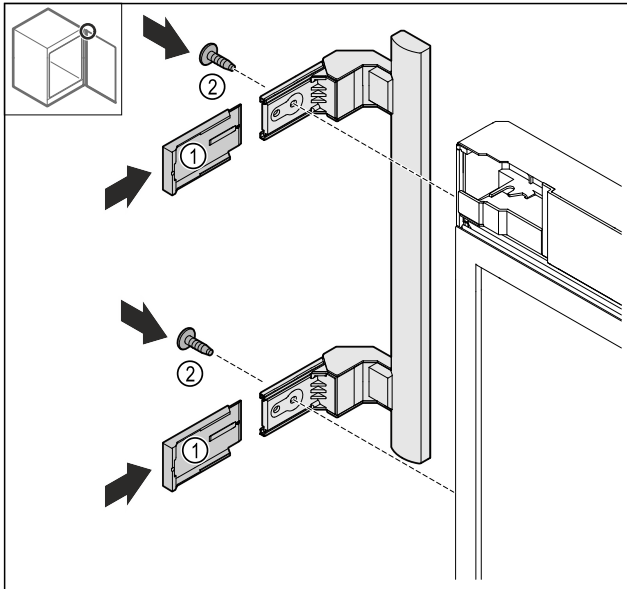

Fig. 25
- ▶ Užmaukite dengiamąsias plokšteles Fig. 25 (1).